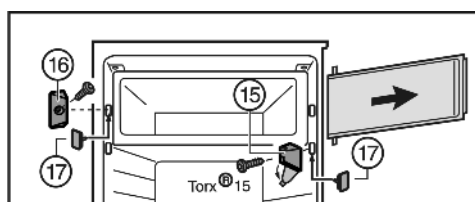

Fig. 7
- Откройте крышку на опорном кронштейне Fig. 7 (15).
- Открутите опорный кронштейн Fig. 7 (15) с дверцей камеры.
- Открутите запирающий элемент Fig. 7 (16).
- Закройте образовавшиеся отверстия прилегающими пробками Fig. 7 (17).